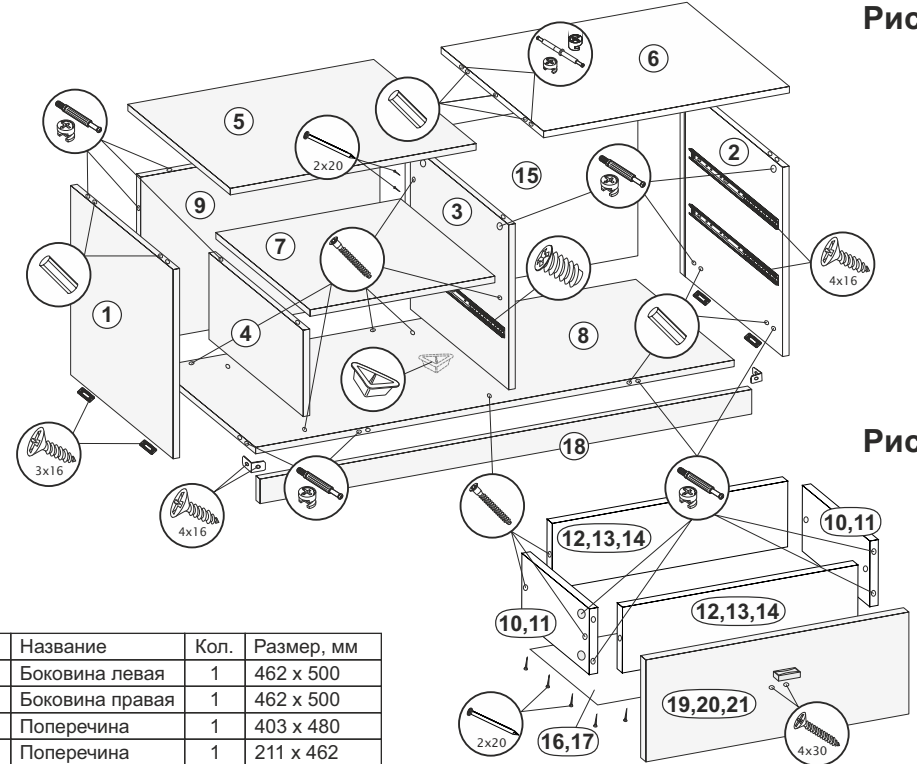

Рис.2
10. Соединить детали ящика (10,11 и 12,13,14) еврошурупами. Замерить диагонали получившихся ящиков и прибить ХДФ (16,17) гвоздями 2x20 (рис.2).
11. К створкам (19,20,21) прикрутить ручки шурупами 4x30. Установить створки (19,20,21) на собранные ящики с помощью эксцентриков (рис.2).